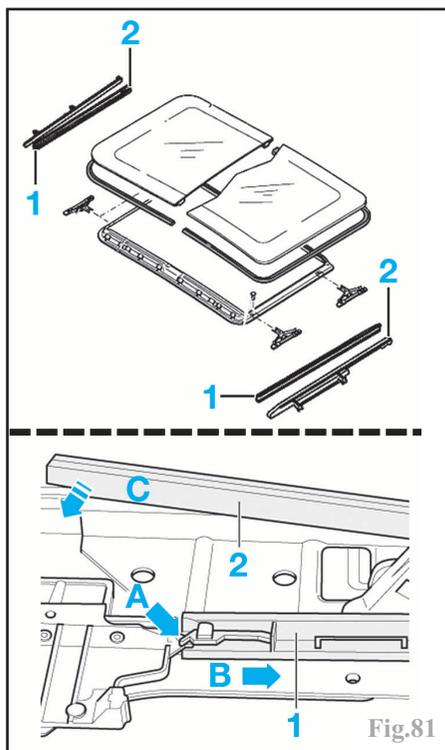

Fig.81
Déposer les écrans (1) et (2) (Fig.81) de chaque côté en dépliant, du dispositif de verrouillage, la partie inférieure de l'écran